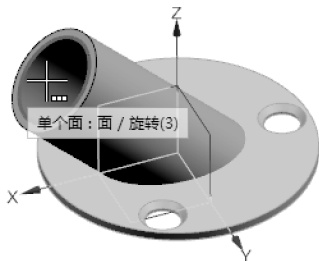

图 3-80 选择修剪工具曲面
- 12 在【工具】选项区中激活【选择面或平面】命令，然后选择管身内表面作为工具曲面，如图 3-80 所示。